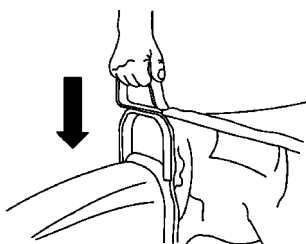

Figure 41
17. Glisser la poignée avant du sac sur la collerette de l'éjecteur (Fig. 41) et bien l'enfoncer en position.